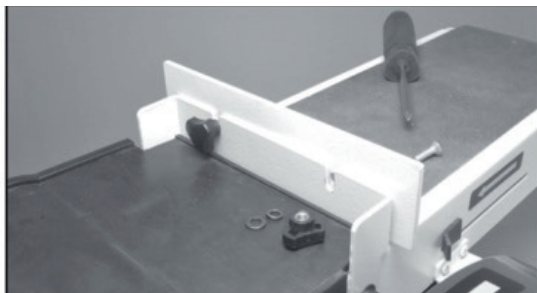

Рис. 5.
2. Вставьте два винта со звездчатой головкой в потайные отверстия в большом ограждении и установите ручки на их резьбовые концы (шайбы на рис. 5 являются дополнительными и не входят в комплект шлифовальной машины).
В ожидании шлифования материала большое ограждение можно легко снять, просто ослабив две ручки и сдвинув его с маленького ограждения (рис. 5).